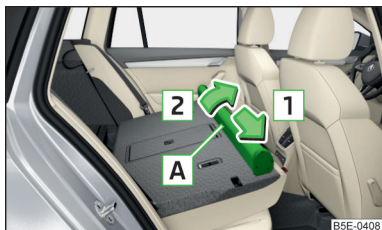

Abb. 150
- Das Gehäuse **A** in Pfeilrichtung **1** verschieben und aus den Aufnahmen in Pfeilrichtung **2** herausnehmen » Abb. 150.